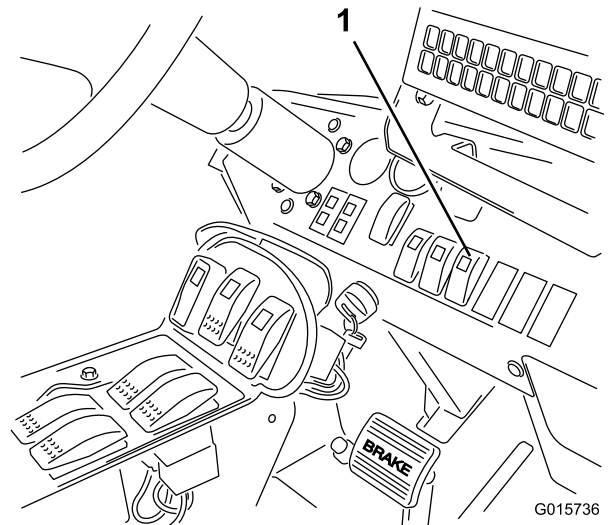

Рисунок 20
4. Переключите переключатель стрелы с ультразвуковым выравнением, расположенный на приборной панели, в положение Auto («Автоматический режим») (см. Рисунок 20).